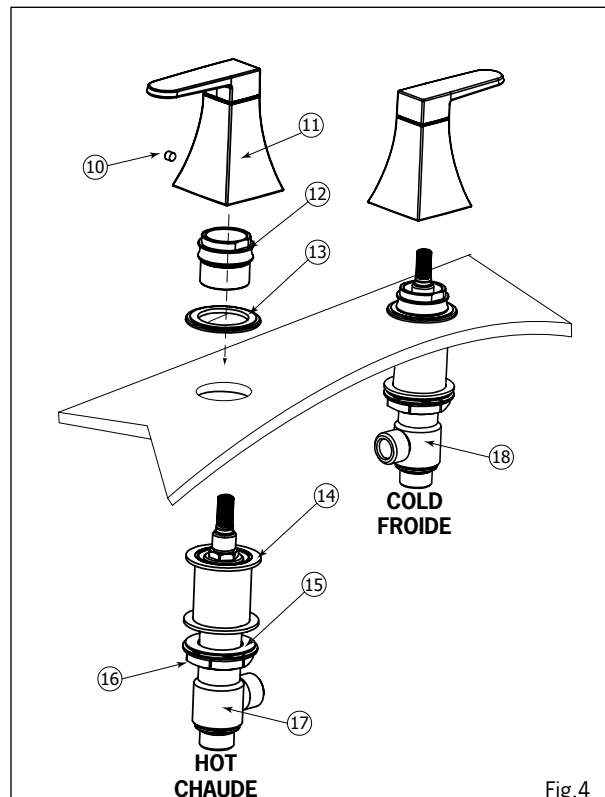

Fig.4
A) Insert the hot water valve (17) and bottom tie-down kit (14, 15 & 16) from underneath the deck and secure with top tie-down kit (12 & 13). Repeat this step with the cold water valve (18).
B) Afterwards, align the valve outlets facing each other (see Fig.4). If needed, tighten bottom tie-down kit (14, 15 & 16). Install both hot and cold water handles (11) onto the valves and secure them with set screw (10).
A) Insérer la valve d'eau chaude (17) et les pièces d'assemblage du bas (14, 15 & 16) par en dessous de la surface et fixer à l'aide des pièces d'assemblage du haut (12-13). Répéter cette étape avec la valve d'eau froide (18).
B) Ensuite, aligner les sorties d'eau des deux valves vis-à-vis (Fig.4). Au besoin, serrer l'écrou en plastique (16). Installer les poignées d'eau chaude et froide (11) sur les valves et les fixer avec les vis de retenue (10).